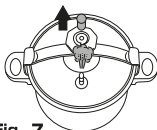

Fig. 7
- 9) Logo que o tempo de cozedura indicado na receita termine, desligar a fonte de calor e descomprimir a panela, levantando a válvula parcialmente até ao 1º degrau do pivot ou retirando-a totalmente. **Fig.7**